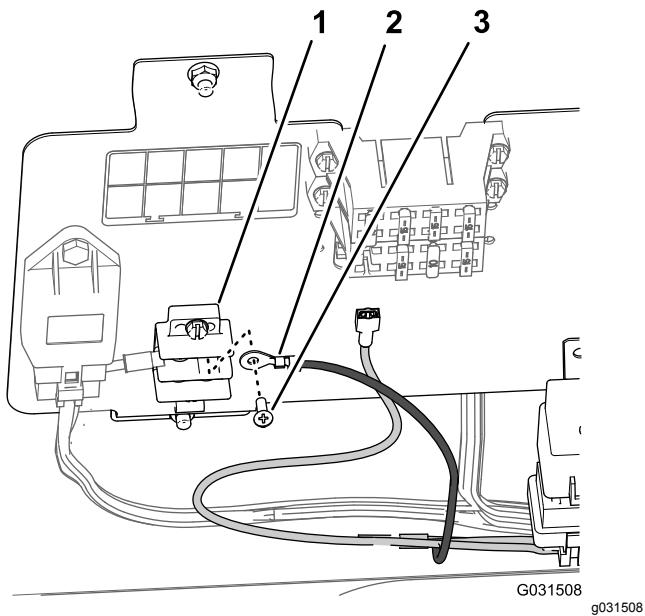

Figura 202
- Retire el tornillo del bloque del terminal de tierra (Figura 202).
2. Sujete el terminal de anillo del arnés de cables del kit de acabado al bloque del terminal de tierra con el tornillo que retiró en el paso 1 (Figura 202).